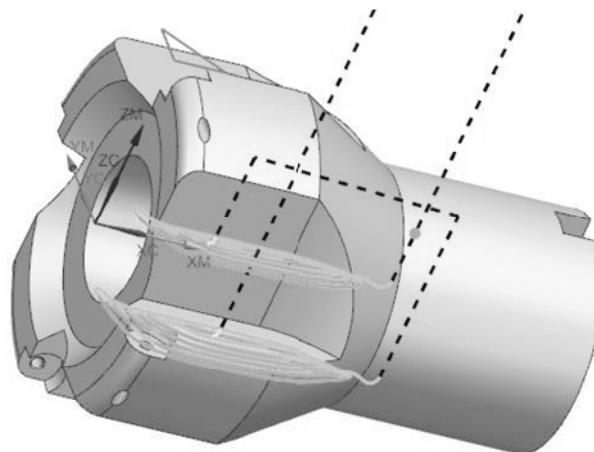

图 3-24 定轴加工刀轨
(9) 所有参数设置完毕后，即可完成定轴刀轨的创建，如图 3-24 所示。